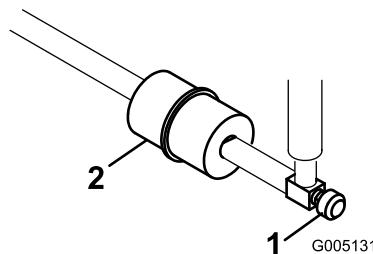

図 46
燃料フィルタはインラインタイプで、燃料タンクとキャブレタの間にあります (図 46)。フィルタに付いている矢印をエンジンの方に向けて取り付けてください。
1. 燃料バルブを閉じ、フィルタのキャブレタ側についているホースクランプをゆるめ、燃料ラインからフィルタを外す (図 46)。
2. フィルタの下に容器を置き、もう一方のクランプも外してフィルタを取り出す (図 46)。